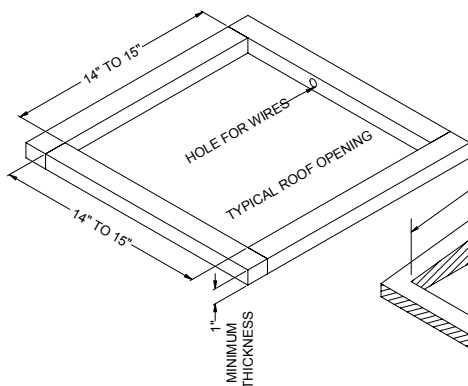

FIGURE 1
- c. Examinez l'ouverture du toit. Si l'ouverture est plus petite que 35,56 cm x 35,56 cm (14 po x 14 po), vous devrez l'agrandir. Si l'ouverture est plus grande que 38 x 38 cm (15 x 15 po), vous devrez fabriquer un cadre de montage sur place pour réduire la taille de l'ouverture (voir Figure 1).
2. Si vous n'employez pas une ouverture d'évent, vous devrez découper une nouvelle ouverture (voir Figure 1) dans le toit du véhicule. Une ouverture correspondante devra aussi être découpée dans le plafond à l'intérieur du véhicule. Découpez l'ouverture du plafond soigneusement. Si le plafond est recouvert de tapis, vous pourriez l'effiloche. Une fois les ouvertures dans le toit et le plafond découpées à la taille appropriée, vous devez installer un élément de soutien encadré entre le toit (extérieur) et le plafond (intérieur). L'élément de renforcement encadré doit respecter les lignes directrices suivantes :
(1 po) entre le toit du véhicule et son plafond (intérieur). Un cadre de soutien type est illustré dans la Figure 1. L'ouverture du cadre doit permettre le passage du câblage d'alimentation. Acheminez le câblage d'alimentation dans le cadre au moment de son installation.